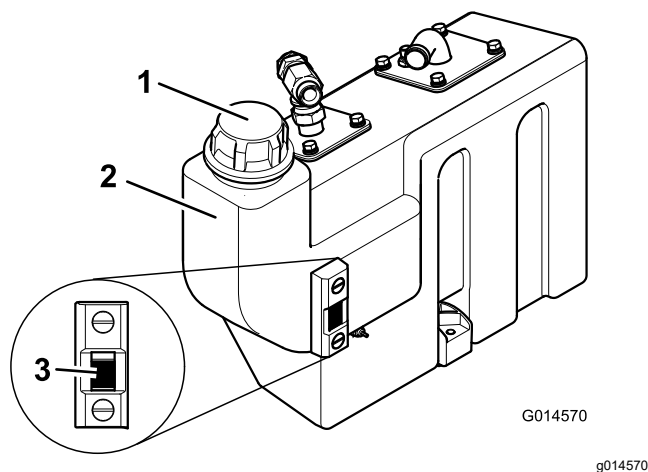

Figura 27
3. Qualora fosse necessario dell'altro fluido idraulico, pulite attorno al collo del bocchettone e del tappo del serbatoio idraulico (Figura 27) e rimuovete il tappo.